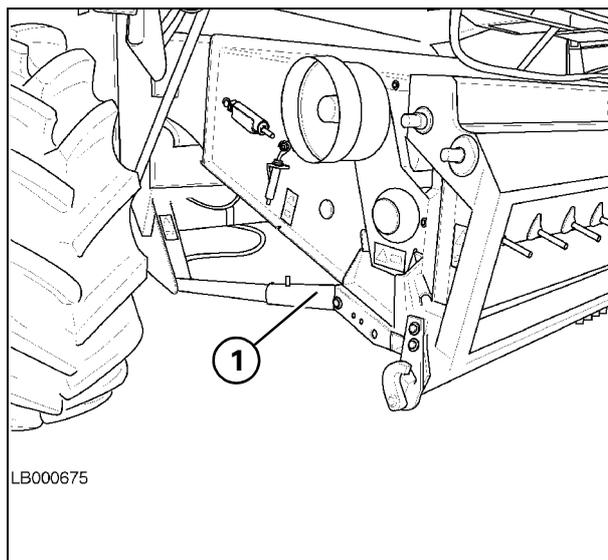
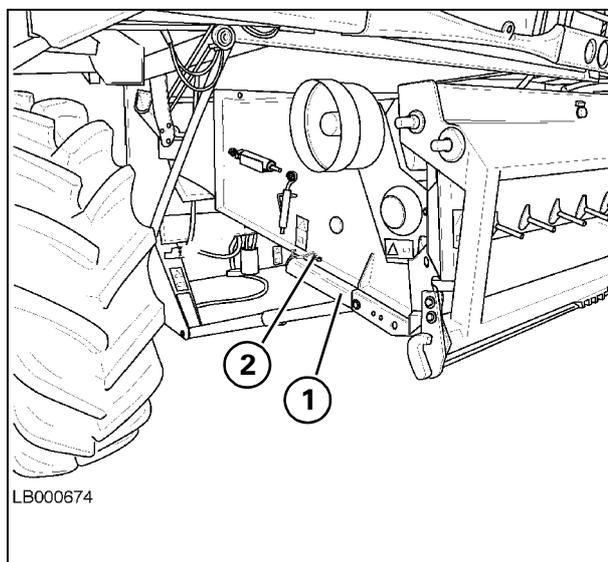

Рис. 23
Рис. 24
Рис. 23и Рис. 24
Перед началом любых работ под жаткой необходимо опустить предохранительный фиксатор (1) на шток цилиндра с обеих сторон (см. **Рис. 23**).
Если предохранительные фиксаторы (1) не используются (например, во время работы), они должны быть закреплены на корпусе элеватора посредством подходящего фиксирующего приспособления (2), см. **Рис. 24**.